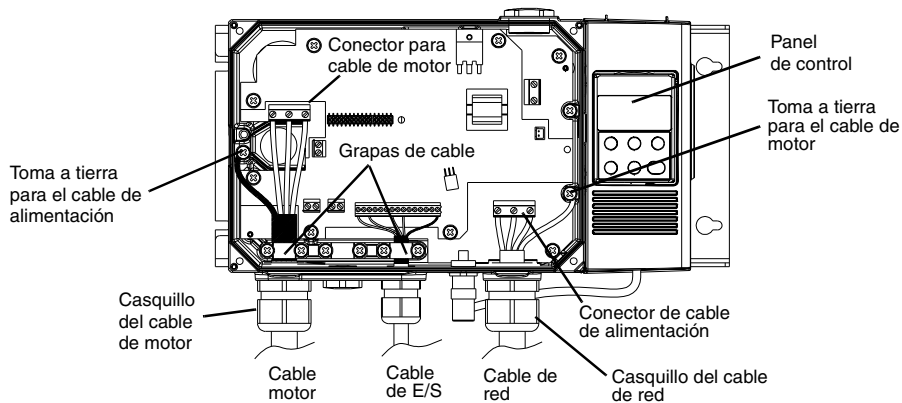

Figura 2
Monte los casquillos para paso del cable en las entradas, véase Figura 2 (M25 o M20, véase Sección de referencia I del Manual de usuario). Asegúrese de que los casquillos disponen de anillos O.
- Dirija los cables de alimentación y de motor a través de los casquillos para paso del cable y conéctelos a los conectores U1, V1, W1 y U2, V2, W2, véase la Figura 2.
Utilice las grapas del cable para conectar el cable de control apantallado a tierra, véase la Figura 2.